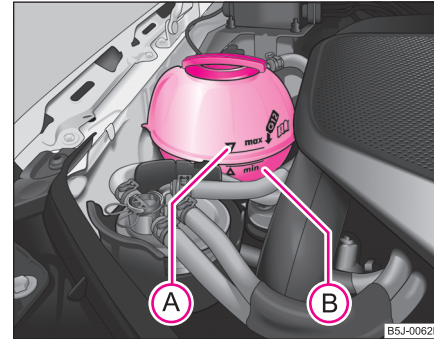

Abb. 146 Motorraum: Kühlmittel-Ausgleichbehälter
- Prüfen Sie den Kühlmittelstand am Kühlmittel-Ausgleichbehälter  $\Rightarrow$  Abb. 146. Der Kühlmittelstand muss bei kaltem Motor zwischen den Markierungen „MIN“ und „MAX“ liegen. Bei warmem Motor kann er auch etwas über der Markierung „MAX“ liegen.
- Legen Sie einen Lappen auf den Verschlussdeckel des Kühlmittel-Ausgleichbehälters ⇒ Seite 215, Abb. 146 und schrauben Sie den Deckel **vorsichtig** linksherum ab ⇒ .